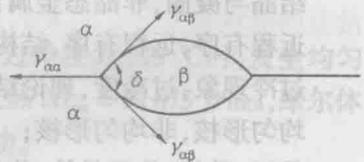

图 2-6
2.29  $\alpha, \beta$  两相合金中,当数量较少的  $\beta$  相存在于基体  $\alpha$  相的晶界上时,呈双球冠形,如图 2-6,若  $\gamma_{\alpha\beta} = \frac{2}{3} \gamma_{\alpha\alpha}$ , 求  $\beta$  相所张的二面角  $\delta$ 。